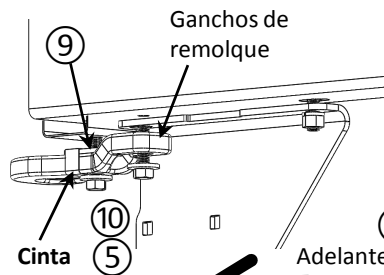

Figura 3
3. Reinstalación del gancho de remolque: Se recomienda pegar el espaciador (9) al gancho de remolque, instalar el fijador delantero. Instalar fijadores (10 y 5) a través del gancho de remolque, y luego devolver el gancho de remolque a su posición original en la ranura del parachoques y apretar ligeramente en su lugar. Ambos lados. Ver la Figura 3.